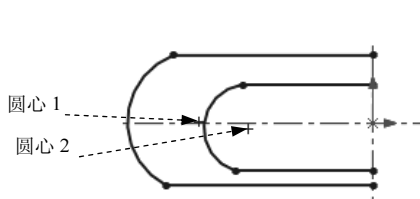

图 8.4 绘制的直线
Step 3 绘制直线。选择下拉菜单 **工具(T)** → **草图绘制实体(E)** → **直线(L)** 命令,在图形区中绘制图 8.4 所示的直线。
Step 1 按住 Ctrl 键,选择图 8.4 所示的圆心 1 与圆心 2,系统弹出“属性”对话框,在